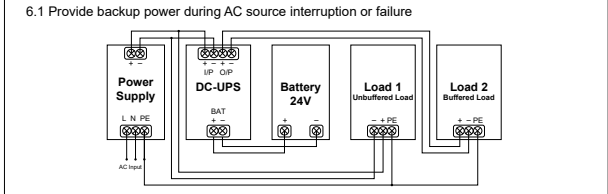

Figure 6
- 7. Hinweise fur typische Anwendungen (Abb. 6)
- 7. Typical Application Notes (Fig. 6)